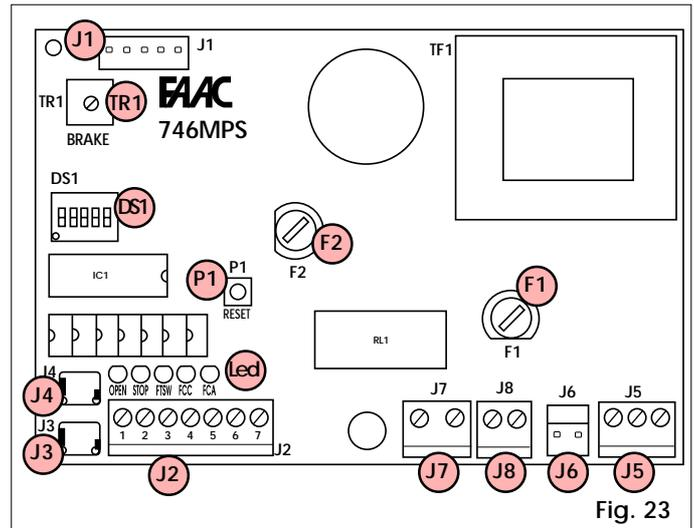

Fig. 23
- 5) Positionner à mi-course environ le potentiomètre TR1 de réglage du freinage (Fig.23-rep.TR1).
- 6) Faire glisser la plaquette métallique sur la crémaillère dans le sens d'ouverture. Dès que la LED FCA de la platine électronique 746 MPS (Fig.23) s'éteint, continuer de la faire glisser d'environ 45 mm et la fixer sur la crémaillère en serrant les vis.
- 8) Faire glisser la plaquette métallique sur la crémaillère dans le sens de fermeture. Dès que la LED FCC de la platine électronique 746 MPS s'éteint (Fig. 23), continuer de la faire glisser d'environ 45 mm et la fixer sur la crémaillère en serrant les vis.